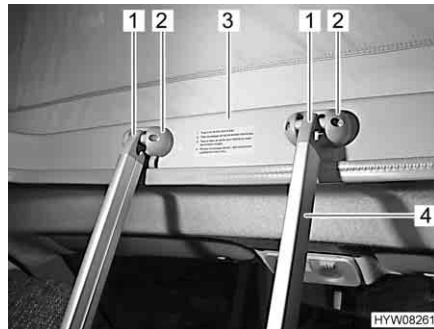

Fig. 33 Scaletta di accesso
Per accedere al letto sul tetto a soffietto utilizzare sempre la scaletta di accesso (Fig. 33,4) montata di serie.
- Agganciare la scaletta con i due archetti (Fig. 33,1) nelle graffe (Fig. 33,2) del telaio (Fig. 33,3) del tetto a soffietto.